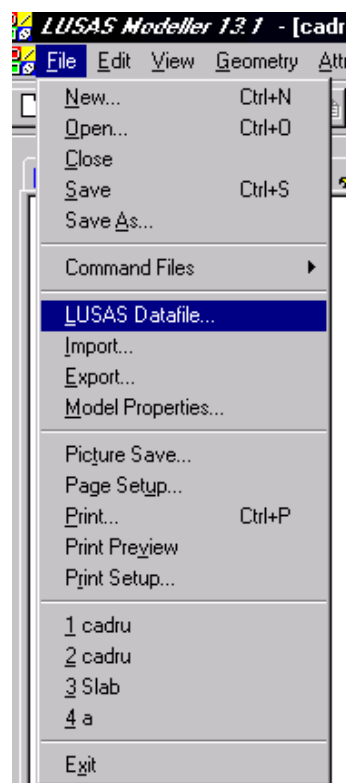

Fig. 42
- se deschide meniul **File** (fig. 42)
- click dublu pe **LUSAS Solver (2)** pentru lansarea programului care efectuează analiza